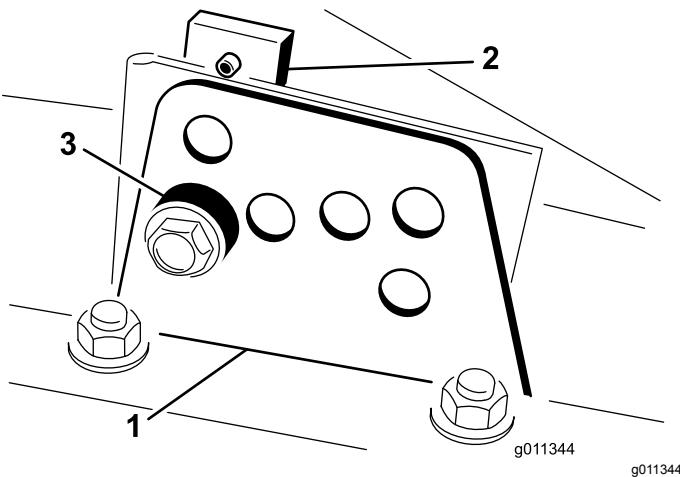

Figura 4
2. Allentate il bullone che fissa ogni staffa dell'altezza di taglio alla relativa piastra (lati anteriore e laterali) (Figura 4).
4. Supportate l'alloggiamento e togliete il distanziale (Figura 4).